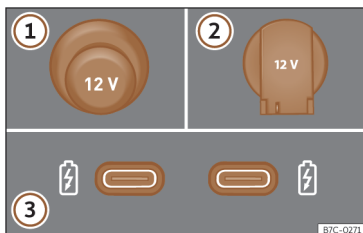

Fig. 147 Tomadas de corrente de 12 Volts do veículo
>>> Fig. 147
Em função do equipamento e do país, o veículo pode dispor também de conectores USB com função **exclusivamente de carga ou tomada de corrente** >>> Fig. 147 ③.